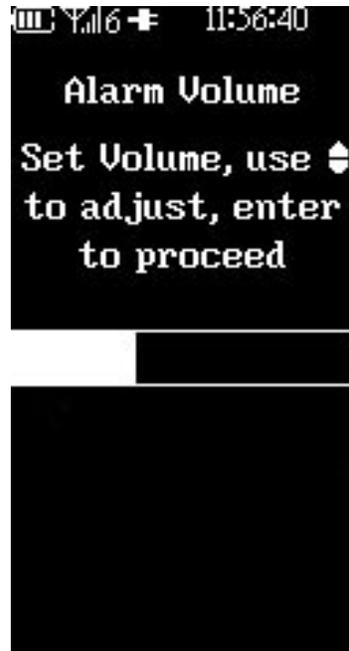

Figura 4-9. Schermata di regolazione del volume allarme
4.7.2 Volume allarme La pompa per infusione IRM MRidium™ 3860 consente al clinico di regolare il volume audio per gli avvisi e gli allarmi per l'utente (**Vedere Figura 4-9**). La pompa emetterà un segnale sonoro durante la regolazione per fornire un'indicazione dell'impostazione corrente del volume. L'intervallo di volume è riportato su una scala scorrevole visiva. Procedere come segue per regolare il volume dell'allarme: